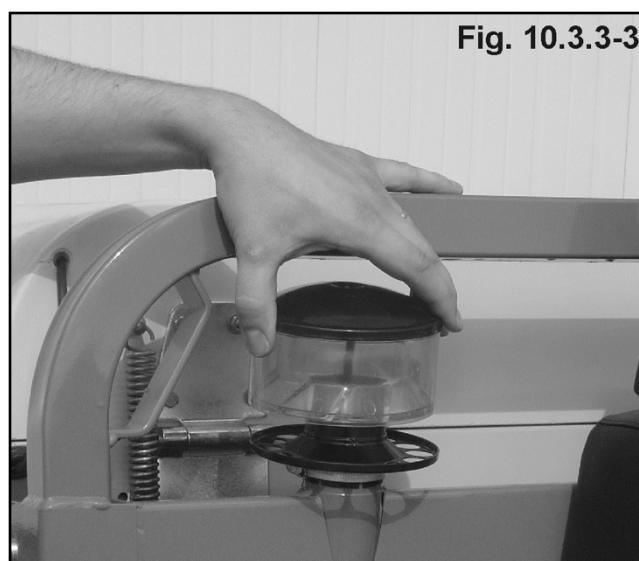

Fig. 10.3.3-3
- Извлеките фильтрующие патроны (2 вставляемых друг в друга фильтра) (рис.10.3.3-1).
Установка воздушного фильтра осуществляется в обратном порядке. (Рис. 10.3.3-2).
- Очистите пылесборник (рис. 10.3.3-3)